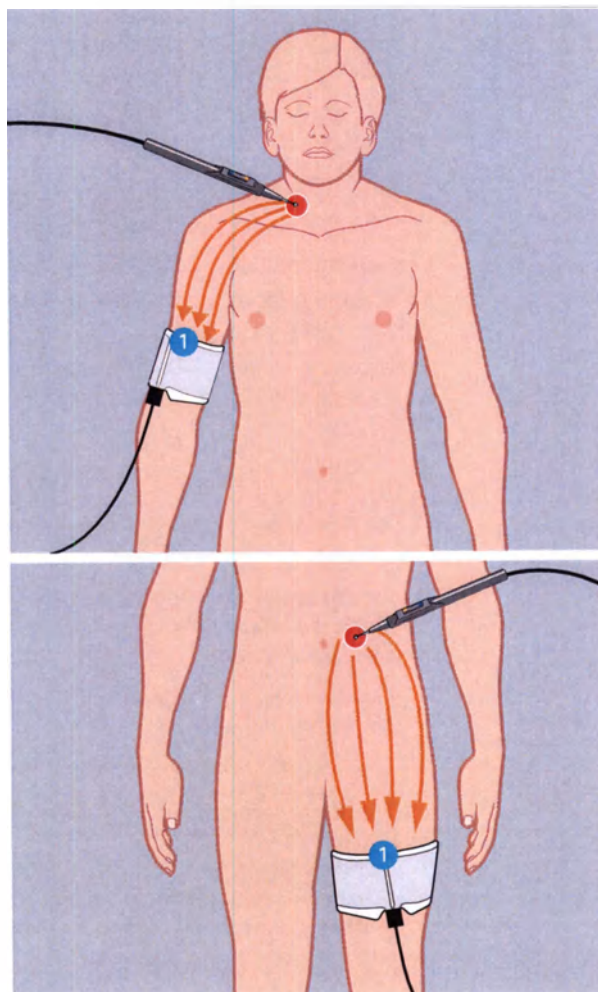

Рис. 1-2
- ⇒ Выровняйте длинный край нейтрального электрода (1) в направлении операционного поля. Ток должен течь от инструмента к длинному краю нейтрального электрода. См. рис. 1-2.